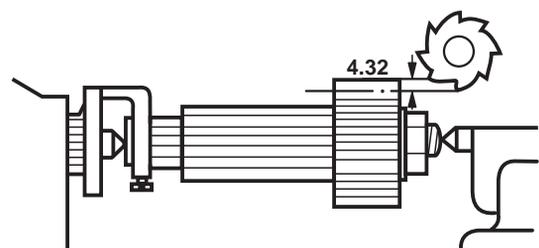

Fig. 7
e) Regular profundidad de corte a 4.32 mm´. (Fig. 7).